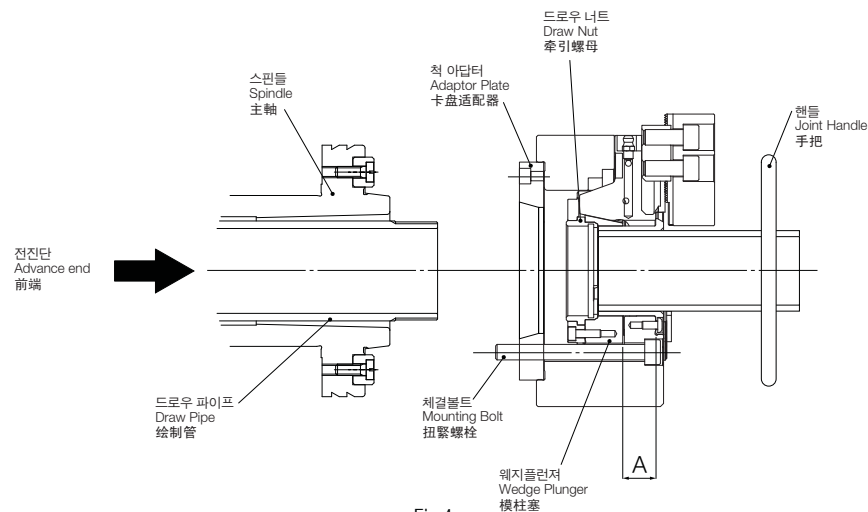
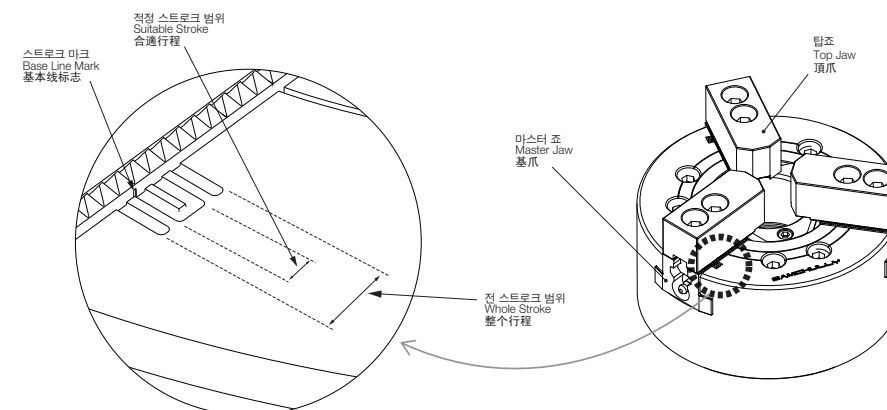

Fig.4
Fig.6
- (3) 척을 드로우 파이프에 연결합니다. 척의 소프트 조와 커버를 떼어내고 척 핸들을 척의 중심 구멍에 삽입하여 드로우 너트를 회전시키면서 드로우 파이프를 연결하여 주십시오.(Fig.4) 드로우 너트와 드로우 파이프를 연결할 때, 자연스럽게 연결되지 않으면 나사부위를 확인하여 주십시오. 무리하게 연결하면 소착의 원인이 되어 부품이 파손됩니다.
- (3) Connect the chuck to the drawpipe. Remove the soft jaw and cover of the chuck to insert the connecting handle in to the central hole of the chuck. Connect the chuck onto the drawpipe, turning the drawnut.(Fig.4) If the connecting of the chuck and drawpipe is difficult check the thread, turning by force, the plunger will be damaged, thus resulting in seizing.
- (3) 将卡盘连接到拉制管上。卸下卡盘的软钢卡爪(soft jaw)及其盖。将卡盘扳手插入卡盘中心孔,转动拉制螺母,连接拉制管。(Fig.4)当连接拉制螺母和拉制管时,如果不能自然地连接,请检查一下螺丝部分。如果不合理地硬连接,会造成烧结从而导致部件损坏。
(5) 마스터조의 위치를 조절합니다. 실린더 전진단에서 마스터조의 적정 위치는 커버 부착면에서부터 치수 A가 아래표가 되는 위치입니다.(Fig.4) 이때, 마스터조의 스트로크 마크가 전 스트로크 마크 외측의 선에 맞추어 있는 것을 확인해 주십시오. (Fig.6) 또 드로우 너트에는 Clip stopper (회전멈춤장치)가 갖추어져 있어서 이 감촉이 있는 위치에서 조정완료 하도록 하여 주십시오.
(5) Adjust the master jaw to the correct position. The adequate master jaw position at the cylinder advance end is where dimension A from cover mounting face is shown in the following table. (see Fig.4) At this time, Check the master jaw standard mark is aligned to the outer line of total stroke mark.(Fig.6) Since the clip stop (locking system) is provide to the draw nut, adjust the nut where it is effectual.
(5) 调节卡爪座的位置. 从油缸前面的卡爪座的合适的位置是, 从盖的安装面开始的尺寸A应为下表的位置. (Fig. 4) 这时请确认卡爪座行程标识应对准行程标识. (Fig. 6) 此外由于拉制螺母有 Clip stopper (转动停止装置), 请调整到有这一感觉的位置.
(6) 커버 부착 후 흔들림 정도를 확인하여 주십시오. 척의 외주 흔들림, 면 흔들림 정도는 0.02mm이하로 해주십시오.
공작물을 파악할때 마스터 조의 스트로크는 스트로크 범위의 중앙 및 적정 스트로크 범위 내에서 사용하는 것이 최적으로, 구조상 안전하고 정도상으로 좋습니다. 스트로크 끝 부분에서의 파악은 공작물 이탈(비산)의 위험이 있으므로 피하는 것이 좋습니다.(Fig.6)
It is the most desirable that the workpiece is gripped at mid stroke of the master jaw. To grip the workpiece correctly, avoid gripping at stroke end because it is danger due to discharges of workpiece.(Fig.6)
在夹持产品时, 基爪的行程最好在行程范围的中央, 或在适当的行程范围内, 这样比较安全, 精密度也好. 在行程末端夹持时, 由于加工产品可能被甩出去(飞散), 因此请不要使用这种方法. (Fig. 6)